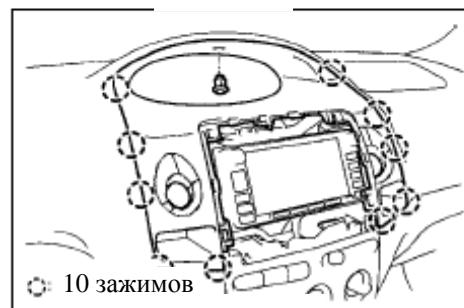

Рис. 530
- Снимите 10 зажимов и отсоедините панель отделки(рис. 530)